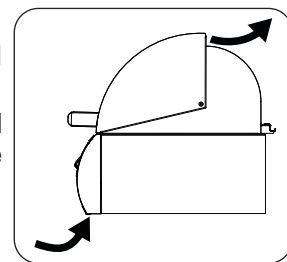

Abb. 27-1
Damit der Grill wie vorgesehen funktioniert, MUSS eine ausreichende Belüftung (von vorne nach hinten, Abb. 27-1) gewährleistet sein. Weitere Informationen hierzu finden Sie im Abschnitt ANFORDERUNGEN AN DIE INSTALLATION.
2. Jetzt wird die Temperatur der ausgewählten Position auf dem Bildschirm angezeigt. Benutzen Sie die Pfeiltasten, um die gewünschte Temperatur einzustellen. Die tatsächliche Temperatur wird ebenfalls angezeigt. Siehe Abb. 27-1.